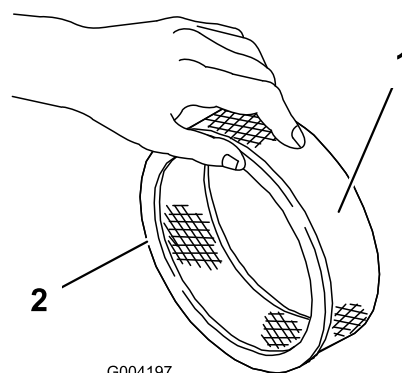

図 20
5. ペーパーフィルタに汚れや油汚れ、ゴムシールの傷がないか点検する(図 20)。
1. ペーパー・エレメントにスポンジ・エレメントを注意深く取りつける(図 20)。